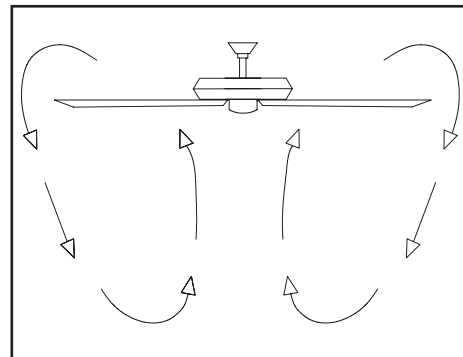

Figura 22
**Clima frío** - (Reversa) Un flujo de aire hacia arriba desplaza el aire cálido lejos del techo, como se muestra en la Figura 22. Esto permite fijar la unidad de calefacción en configuración más baja sin afectar tu comodidad.